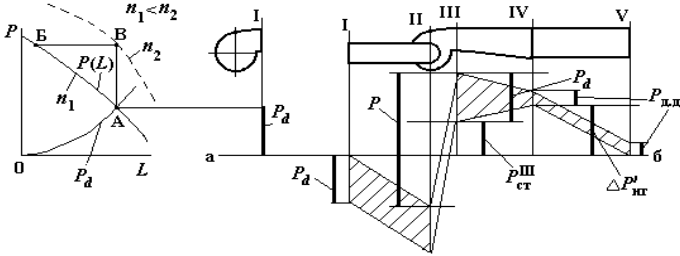

Рис. 22
*Пример.* Вначале вентилятор работает без сети, затем к нему подключается сеть (рис. 22). Потеря давления в диффузоре  $\Delta P'_д = 30 \text{ Па}$ ; динамическое давление на выходе из диффузора  $P_{д.д} = 50 \text{ Па}$ ; динамическое давление вентилятора  $P_d = 150 \text{ Па}$ ; потеря давления во всасывающей сети  $\Delta P'_{вс} = 100 \text{ Па}$ ; потеря давления в нагнетательной сети  $\Delta P'_{нт} = 150 \text{ Па}$ . Необходимо построить эпюру давлений в сети, выяснить, как влияют указанные различия на полное давление вентилятора, в координатах  $P, L$  показать, куда сместится рабочая точка вентилятора после подключения к нему сети, если он будет работать с той же частотой вращения. Что нужно сделать, чтобы вентилятор после подключения сети подавал тот же объем воздуха?